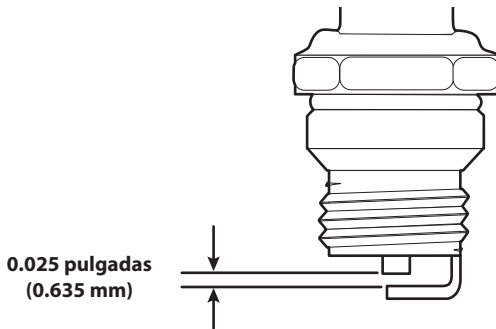

Fig. 23
4. Use un calibrador de separación para ajustar una separación de aire de **0.025 pulgadas (0.635 mm)** (Fig. 23).